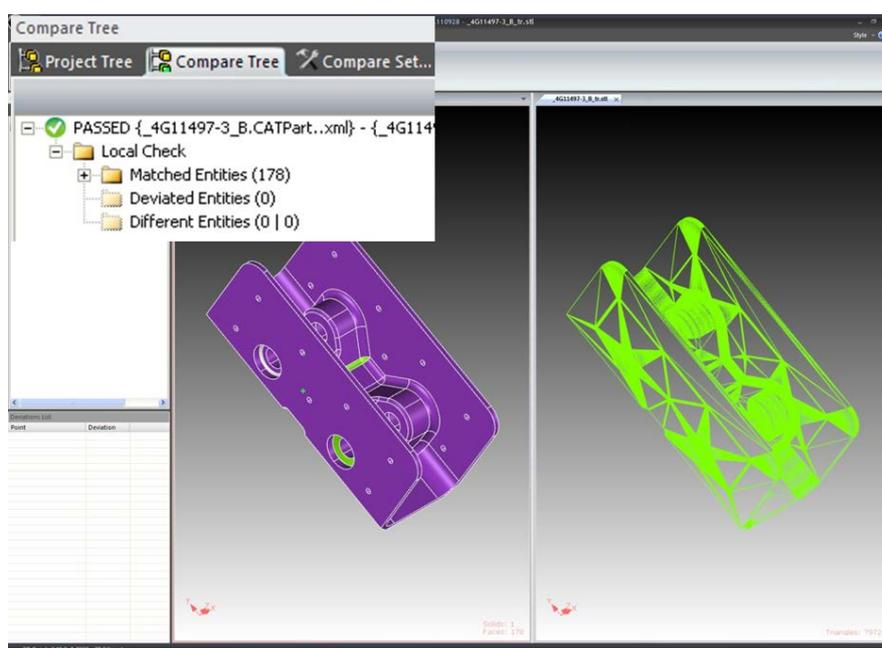

Рис. 11. Результат сравнения параметрической и сеточной модели
- поддержка работы с параметрическими NURBS-моделями, STL-сетками и облаками точек (рис. 11);